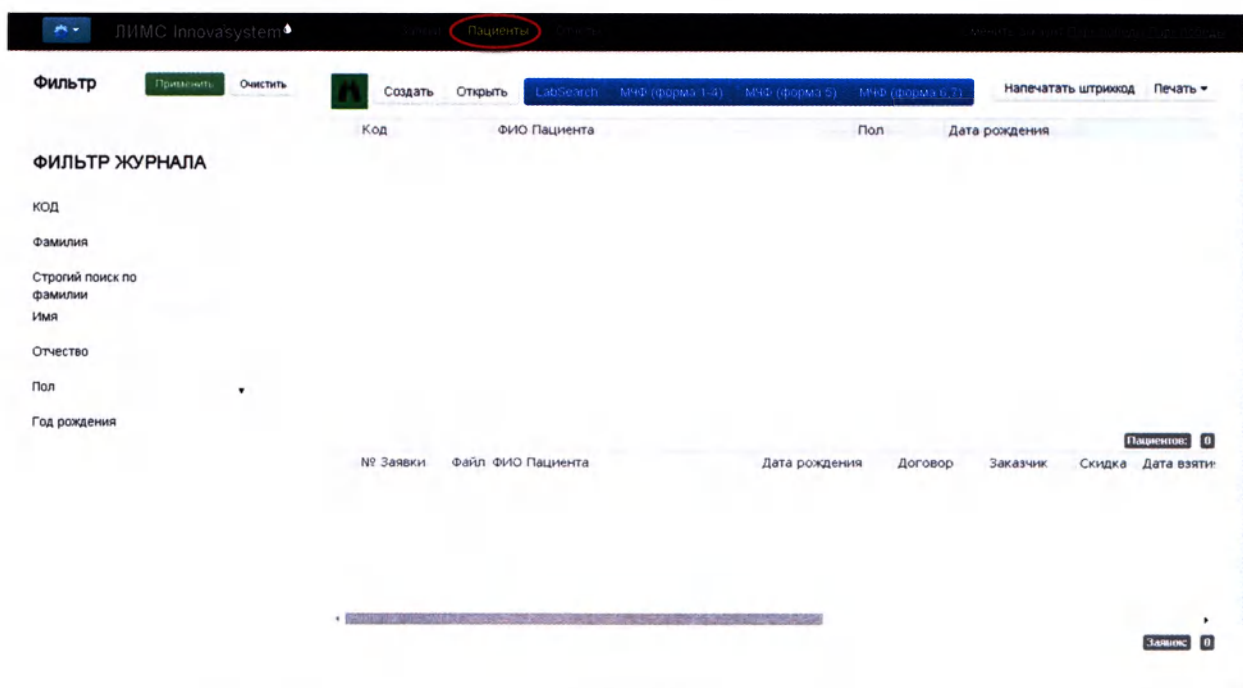

Рисунок 2.52
3. Перейдите в журнал пациентов, открыв вкладку «Пациенты» (Рисунок 2.52):